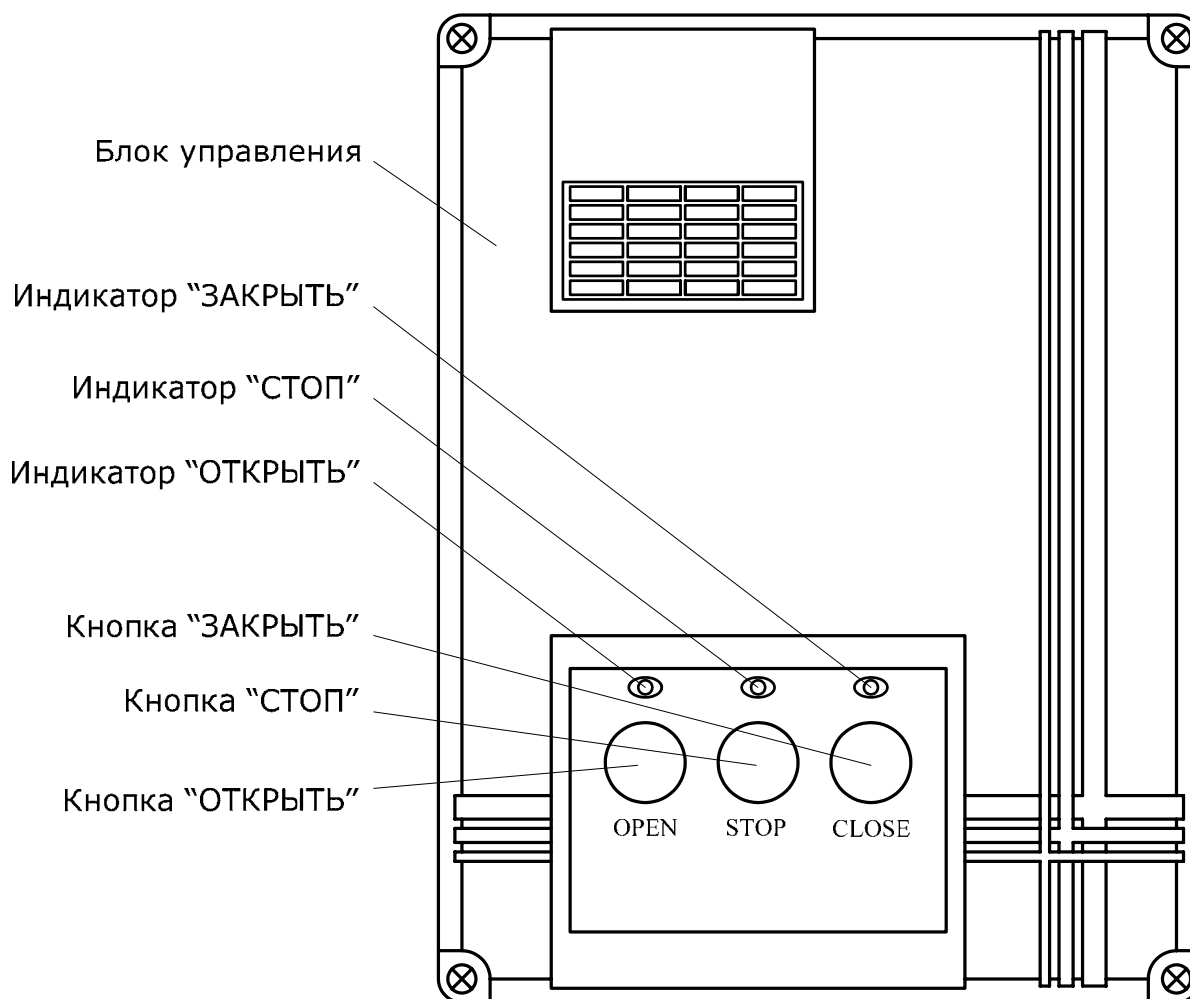

Рис. 8. Панель блока управления
- Сразу при подаче напряжения питания на панели блока управления загорится индикатор «СТОП» (рис. 8). Если индикации нет, отключите шлагбаум и внимательно проверьте все подключения (сверьтесь с разделом «Неисправности и рекомендации по их устранению»).
- Если к шлагбауму подключены фотоэлементы, необходимо проверить приемник (RX). Если индикатор приемника не светится или моргает, это означает, что сигнала нет или сигнал прерывается из-за неточной регулировки фотоэлементов.
Посредством панели блока управления (рис. 8) обеспечивается индикация состояния шлагбаума и осуществляется управление шлагбаумом.